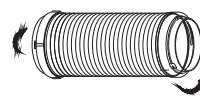
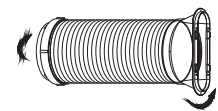

Fig. 16
Fig. 17
1. Instalar el adaptador B de la descarga de la ventana sobre la manguera de escape según se muestra en la Fig. 16 o Fig. 17. Remitirse a las páginas anteriores para la instalación del kit de la ventana.